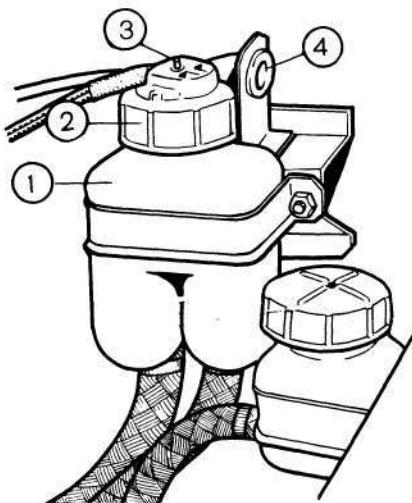

Рис. 59. Бачок гидропривода тормозов: 1 — бачок; 2 — крышка; 3 — толкатель; 4 — патрон подключения переносной лампы
Через каждые 10 000 км пробега проверяйте уровень жидкости в бачке 1 (рис. 59), который при установленной крышке 2 должен доходить до нижней кромки заливной горловины. Доливать следует только тормозную жидкость
1. Отверните пробку бачка (рис. 59) и долейте тормозную жидкость до нормального уровня.